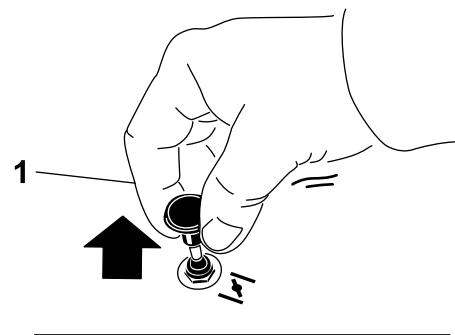

Figura 16
2. Tirate su la manopola dello starter per innestare lo starter prima di usare l'interruttore di accensione (Figura 16).
3. Spingete giù lo starter per disinnestararlo una volta acceso il motore (Figura 16).